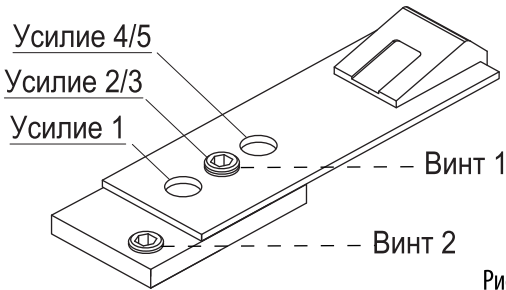

Рис. 5
- 3.5.1. Установить винт 1 в отверстие, соответствующее выбранному усилию доводчика (рис.5)
- 3.5.2. Установить винт 2 в отверстие фиксирующей пластины (рис.5)
- 3.5.4. Затянуть винт 1 и винт 2 (рис.5)